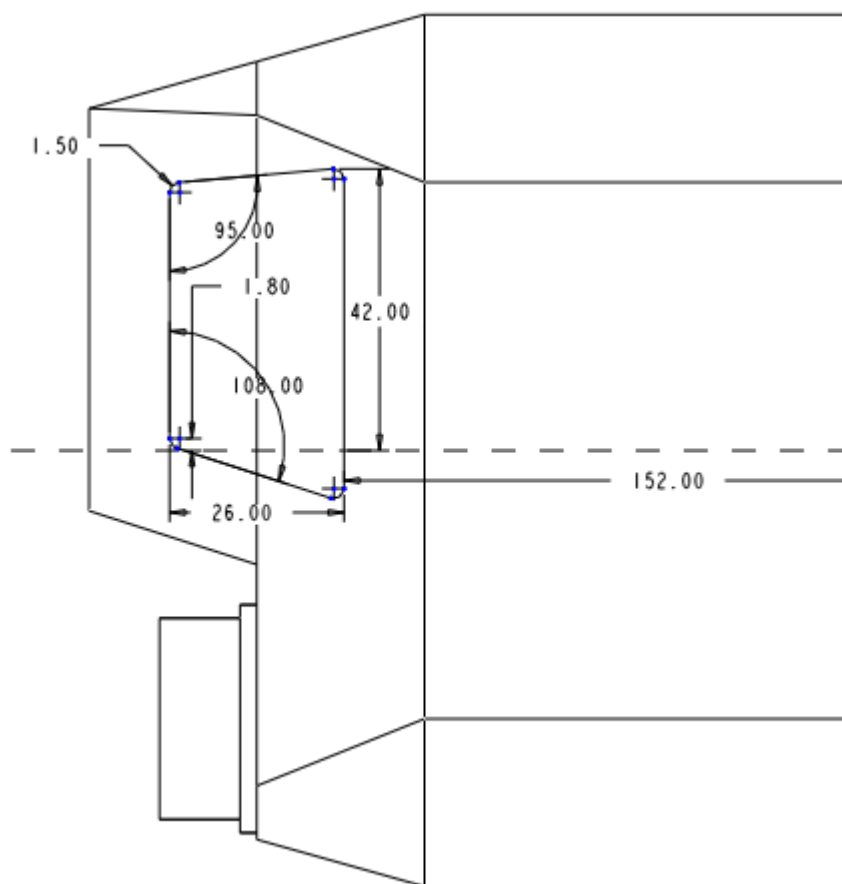

图 51-15
- (2) 单击按钮 ，打开【剖面】对话框，选择 RIGHT 基准面为草绘平面，TOP 基准面为视图方向参照，单击【草绘】按钮，进入草绘工作环境。
- (3) 绘制如图 51-15 所示的截面。51 自学网版权所有 51 自学网网址 [www.51zixue.net](http://www.51zixue.net)